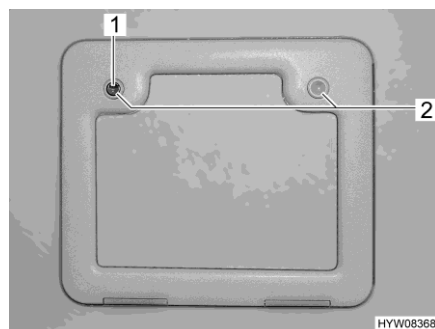

Fig. 111 Portillon (réservoir pour matières fécales)
- Ouvrir le portillon pour le réservoir pour matières fécales à l'extérieur du véhicule. Insérer pour cela la clé dans le barillet du verrou de pression (Fig. 111,1) et la tourner d'un quart de tour dans le sens des aiguilles d'une montre.
- Appuyer du pouce et simultanément sur les deux verrous de pression (Fig. 111,2) et ouvrir le portillon pour le réservoir pour matières fécales.